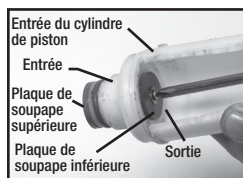

Figure 7
- 8) Retirez la plaque porte-soupape et les joints toriques de l'extérieur du cylindre du piston. Assurez-vous que les joints toriques sont réglés correctement dans les rainures exposées, installez la nouvelle plaque porte-soupape et les deux joints toriques. Il y a une deuxième plaque porte-soupape à l'intérieur du cylindre du piston. Tirez la cheville rouge ou orange et retirez la plaque porte-soupape utilisant un tournevis à tête Phillips n° 2. Installez une nouvelle plaque porte-soupape et remplacez la cheville de retenue fermement en place avec un tournevis à tête Phillips n° 2 (Fig. 7).